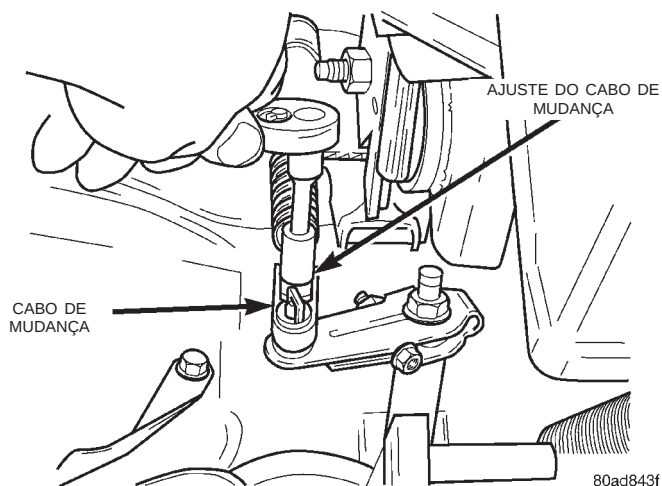

Fig. 10 Cabo da Alavanca de Mudança
(1) Estacione o veículo no nível do chão e ajuste o freio de estacionamento.
(2) Coloque a alavanca de mudanças na posição de engate de estacionamento (P) e remova a chave.
(3) Solte o parafuso de ajuste do cabo na alavanca de operação da transmissão (Fig. 10).
(4) Puxe a alavanca de operação da transmissão completamente para frente, na posição dentada de estacionamento.
(5) Solte o freio de estacionamento e, a seguir, balance o veículo para assegurar de que esteja travado na posição de estacionamento. Reajuste o freio de estacionamento.
(6) Aperte o parafuso de ajuste do cabo com um torque de 8 N·m (70 pol.-lb.). O cabo da alavanca de mudança deve estar corretamente ajustado agora.
(7) Verifique o ajuste utilizando o procedimento a seguir.